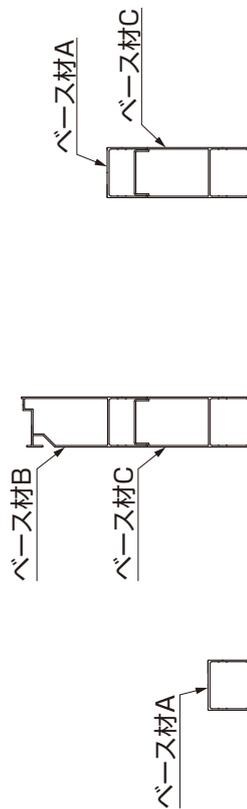

図2-68
- ベース材には種類があります。(図2-68、図2-69、図2-70参照)